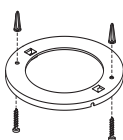
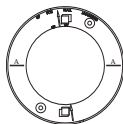

FIGURA 4
FIGURA 5
- Después de seleccionar la ubicación adecuada para la alarma contra humo, como se describe en la Sección 1, conecte la placa de montaje al cielo raso como se muestra en la Figura 4. Para instalar la alarma en la pared, consulte la Figura 5. Coloque la placa de montaje en la pared. Asegúrese de que el texto "UP FOR WALL MOUNTING" y la flecha apunten hacia arriba. Use los tornillos y anclajes que se proporcionan para fijar la placa de montaje. (Use una broca de 3/16 de pulg. para hacer los orificios para los anclajes.)